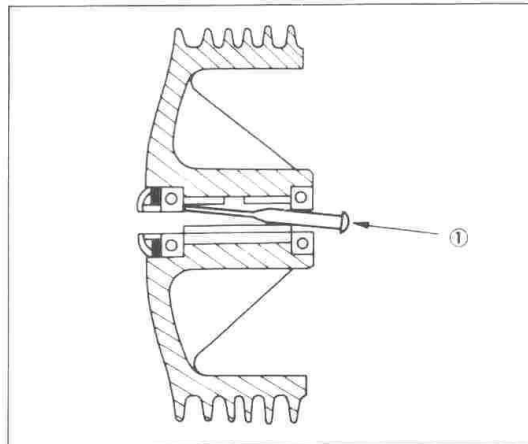

Fig. 5-2-9
2. Drive the bearing out by pushing the spacer aside (the spacer "floats" between the bearings) and tapping around the perimeter of the bearing inner race with a soft metal drift pin and hammer. Either or both bearings can be removed in this manner. (Fig. 5-2-9)
2. Extrayez le roulement en poussant l'entretoise à part (l'entretoise "flotte" entre les roulements) et en frappant autour de la périphérie de la voie de roulement interne du roulement avec un mandrin et un marteau en métal doux. On peut retirer de cette façon l'un ou l'autre des roulements ou les deux. (Fig. 5-2-9)